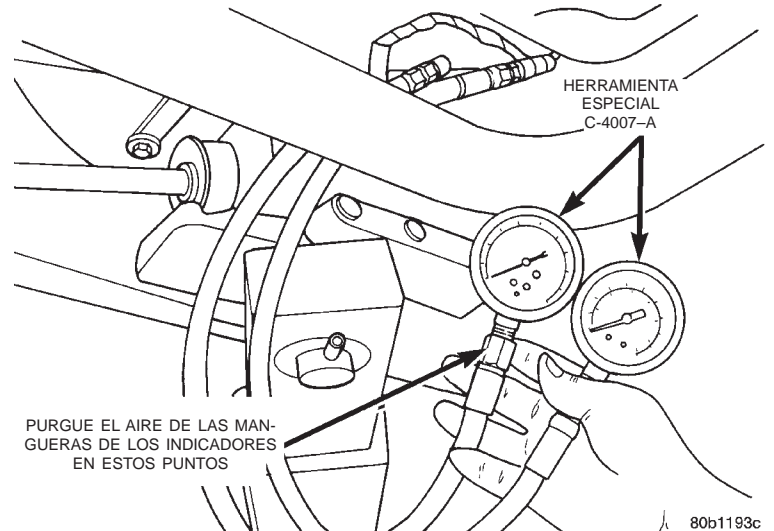

Fig. 33 Indicadores de presión instalados en las conexiones para prueba de presión
(6) Instale un indicador de presión, herramienta especial C-4007-A en cada conexión para prueba de presión (Fig. 33). Purgue en el indicador de presión el aire de la manguera conectada entre la conexión para prueba de presión y el indicador de presión, a fin de eliminar todo el aire atrapado.
(7) Con la colaboración de un ayudante, aplique presión al pedal de freno hasta que la lectura del indicador de la entrada de la válvula dosificadora sea la presión indicada en el cuadro siguiente. Verifique luego la lectura de presión del indicador de la salida de la válvula dosificadora. Si esta última presión no coincide con el valor indicado en el cuadro siguiente cuando se obtiene la presión de entrada indicada en dicho cuadro, reemplace la válvula dosificadora. Si la válvula dosificadora está dentro de las especificaciones de presión, no la reemplace.
(8) Verifique los forros de las zapatas de freno de las ruedas traseras para detectar la posible suciedad o las zapatas de freno de recambio que no cumplan